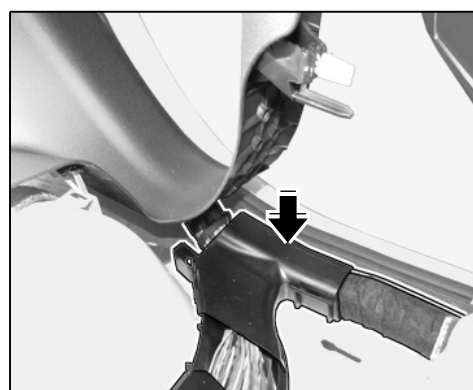

Рис. 10
- 2.3.4 Закрыть кабельный канал сзади слева (⇒ Рис. 10 -стрелка-).